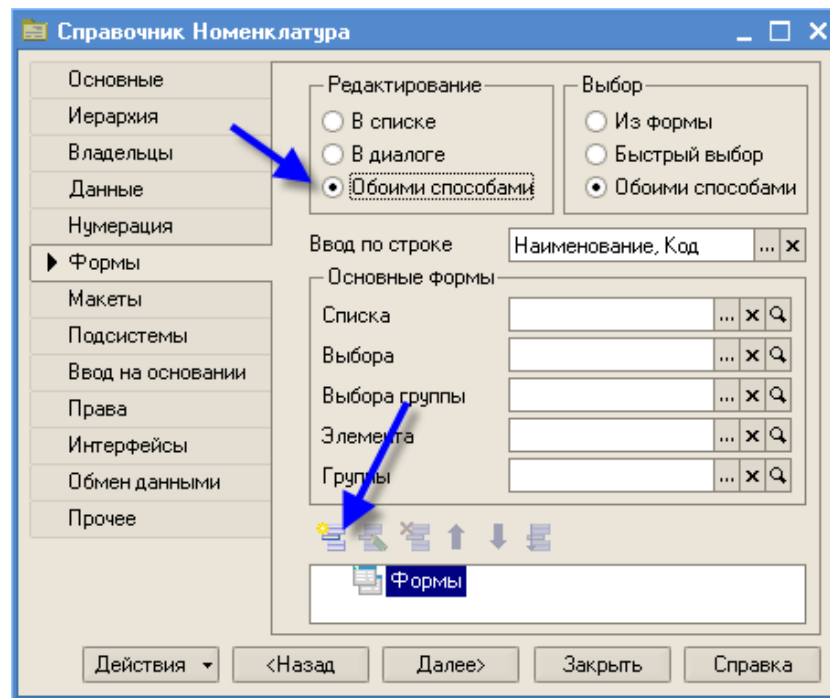

Рис. 114
- укажем, что справочник **Номенклатура** будет редактироваться обоими способами (на закладке *Форма*) – в списке и в диалоге (рис. 114);